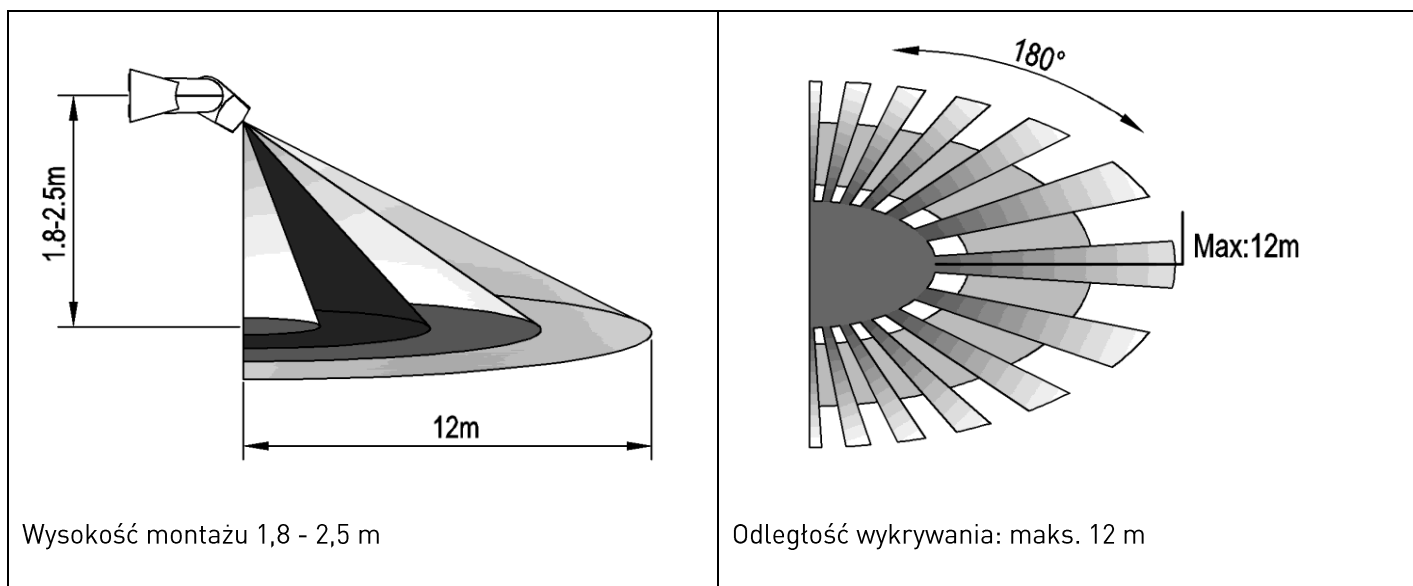

Rysunek 2
- Przymocować dolną ostonę w wybranej pozycji za pomocą wkrętu z kotkiem rozporowym (patrz rysunek 2).
- Przekręcić pokrętło LUX w kierunku przeciwnym do ruchu wskazówek zegara na minimum (3). Jeżeli natężenie oświetlenia otoczenia przewyższa 3 lux, czujnik przestanie działać tak samo jak lampa. Przy natężeniu oświetlenia poniżej 3 lux (ciemność) czujnik będzie działać. W przypadku braku sygnału wzbudzającego, czujnik przestanie działać w ciągu 10 sek. ± 3 sek.